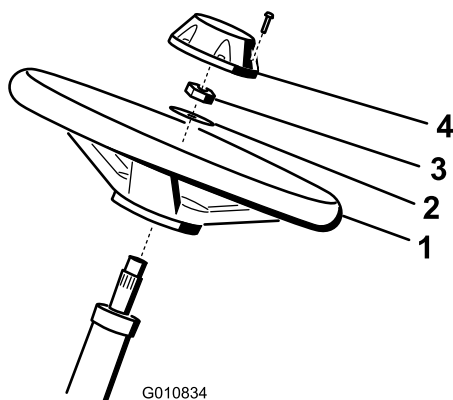

Figura 5
1. Collocate il volante sul piantone (Figura 5).
2. Collocate la rondella sul piantone (Figura 5).
3. Fissate il volante sul piantone per mezzo di un controdado serrato a 27-35 Nm (Figura 5).
4. Montate il coprismozzo sul volante e fissatelo con l'aiuto di una vite (Figura 5).